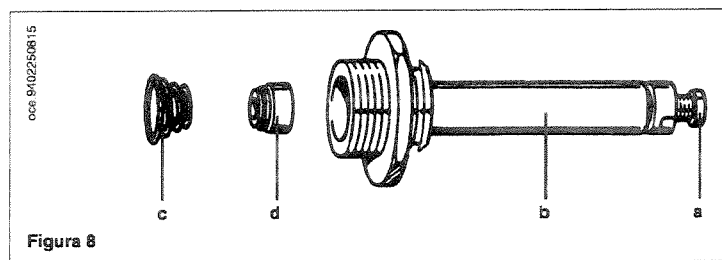

Figura 8
- sostituire la molla avendo cura di posizionarla correttamente (figura 8 a pagina 16);
- substituir el resorte asegurándose de que sea posicionado correctamente (figura 8 en página 16);
- avvitare a fondo, senza forzare, la vite nera (a) al canotto (b) (figura 8);
- aprire il rubinetto gas e ruotare la manopola (3) predisponendo la caldaia in posizione Estate (☀️);
- svitare la vite nera (a) (figura 8) fino a raggiungere il valore di pressione corrispondente alla potenza ridotta vedi tabella 1 a pagina 18;
- atornillar completamente, sin forzar, el tornillo negro (a) al manguito (b) (figura 8);
- abrir el grifo gas y hacer girar el botón (3) predisponiendo la caldera en posición Verano (☀️);
- destornillar el tornillo negro (a) (figura 8 en página 10) hasta alcanzar el valor de presión correspondiente a la potencia reducida (véase tabla 1 en página 18);